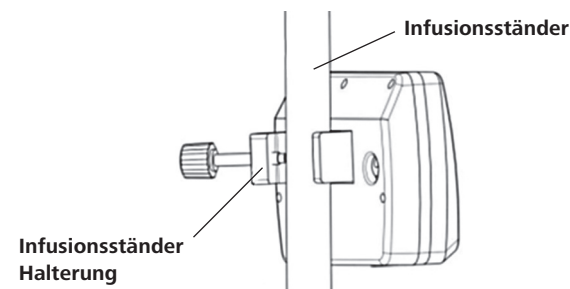

Abb. 1: Befestigung der Pumpe an einem Infusionsständer
- Stellen Sie sicher, dass beim Anbringen der Pumpe an einen Infusionsständer sowohl die Halterung als auch die Befestigungsschraube fest angezogen sind (Abb. 1).